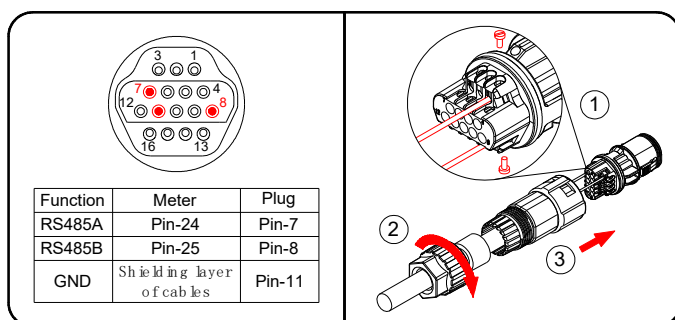

FIG 10 – Montagem do plugue
4. Passe a outra extremidade do cabo, na sequência, pela **porca de aperto, anel de vedação e receptáculo do plugue**, conforme mostrado na **FIG 10**.
6. Conforme a **FIG 10**, ajuste o comprimento do cabo, aperte a porca de travamento do plugue na luva e empurre o plugue conectado para dentro da luva.